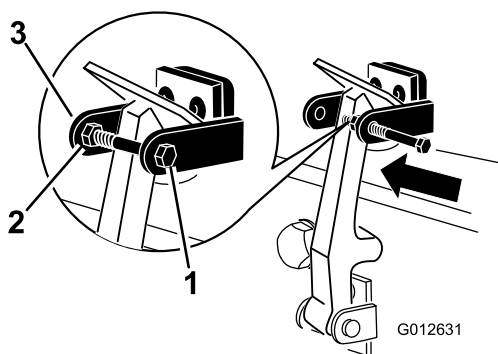

Рисунок 18
7. Вверните болт в другой рычаг кронштейна фиксатора капота для блокировки фиксатора в надлежащем положении (Рисунок 18).